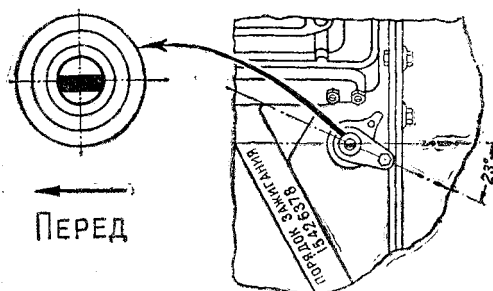

Рис. 60. Установка привода датчика-распределителя
2. Вставить привод датчика-распределителя в отверстие блока так, чтобы прорезь в валике привода была направлена вдоль оси двигателя и смещена влево, считая по ходу автомобиля (рис. 60).
3. Закрепить корпус привода держателем и гайкой так, чтобы кронштейн с резьбовым отверстием, имеющийся на корпусе привода, был направлен назад (считая по ходу автомобиля) и повернут примерно на 23° влево от продольной оси двигателя, как указано на рис. 60.